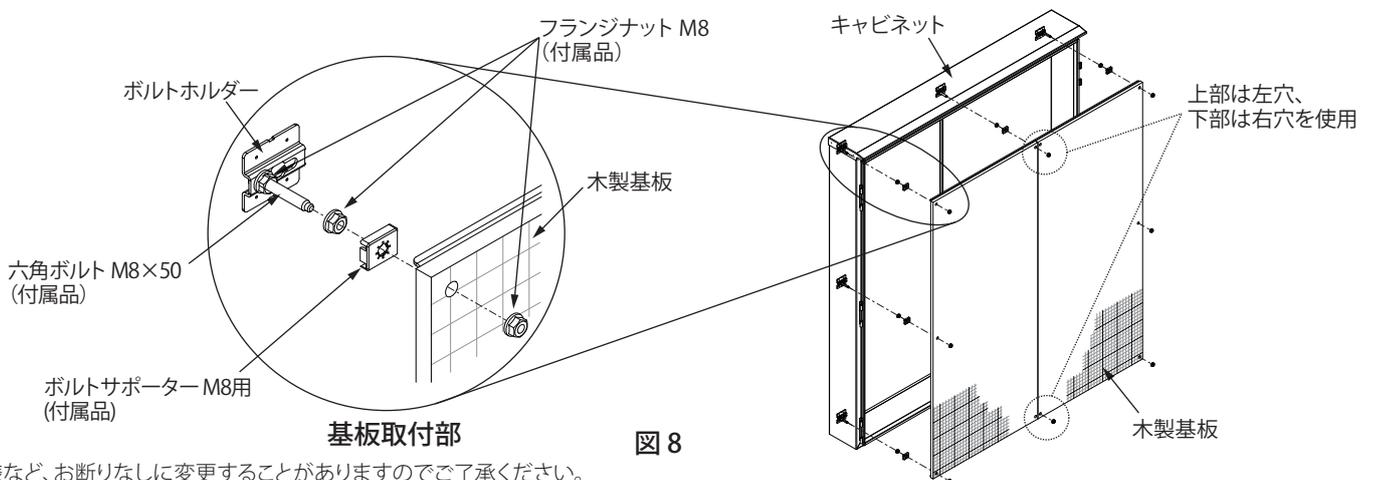

図 8
- (1) キャビネットに取付けの鉄製基板および固定に使用している取付部品をすべて取外してください。
- (2) キャビネットのボルトホルダーに六角ボルト M8×50 (付属品) をセットし、フランジナット M8 (付属品) 2個で取付けてください。(図 8)
- (3) ボルトサポーター M8 用 (付属品)、木製基板の順にセットし、フランジナット M8 (付属品) で取付けてください。(図 8)